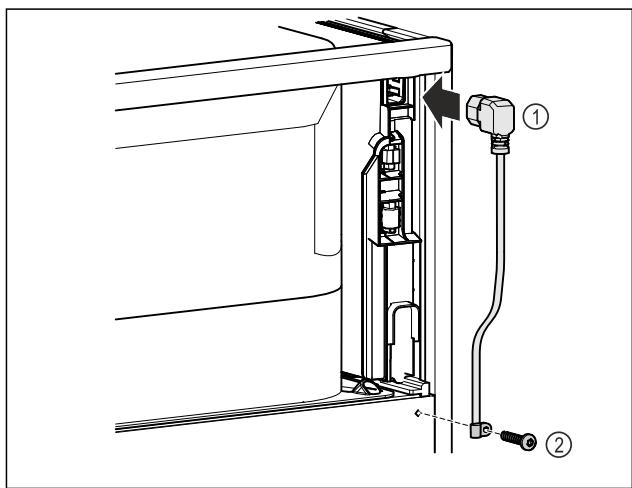

Fig. 43
► Insertar el conector para aparatos de frío del cable de alimentación Fig. 43 (1) en la parte posterior del dispositivo.
► Montar la protección contra tirones Fig. 43 (2).